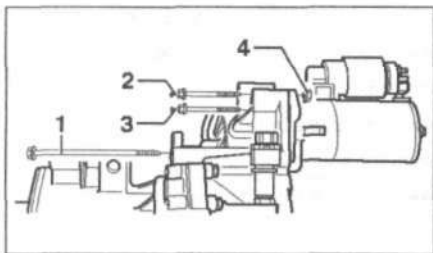

Рис. 12.2. Открутите болт 1, гайку 4, болты 3 и 2.
3. Открутите болт 1, гайку 4, болты 3 и 2 (рис. 12.2).